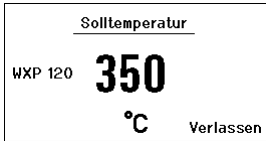

Abb. 7
1. Die gewünschte Auswahl-Taste **6** oder **13** 3 sec. gedrückt halten. Anzeige wechselt zur Solltemperatur (siehe Abb. 7).